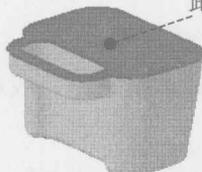

图 1.17 选取移除面
(1) 选择命令。选择下拉菜单 **插入(S)** → **偏置/缩放(O)** → **抽壳(O)...** 命令 (或单击 按钮), 系统弹出“抽壳”对话框。
(2) 定义抽壳类型。在 **类型** 区域的下拉列表中选择 **移除面**, 然后 **抽壳** 选项。
(3) 在 **要冲孔的面** 区域单击 按钮, 选择图 1.17 所示的面为移除面, 并在 **厚度** 文本框中输入值 1.5, 采用系统默认方向。
(4) 单击 **确定** 按钮, 完成抽壳特征的创建。